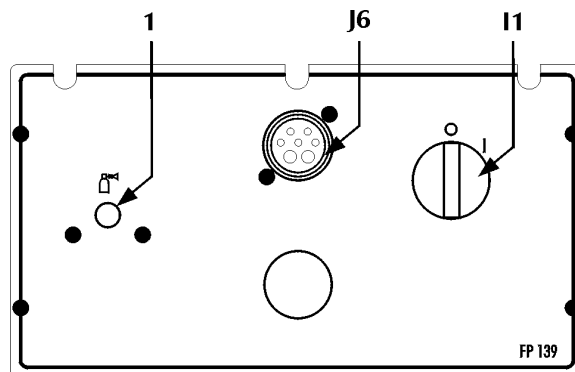

Fig.4
2.2 Painel de comandos posterior (Fig. 4)